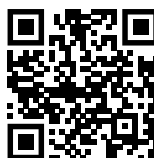

Fig. 84
- ▶ Öffnen sie das Liebherr SmartMonitoring Dashboard. (siehe Fig. 84)